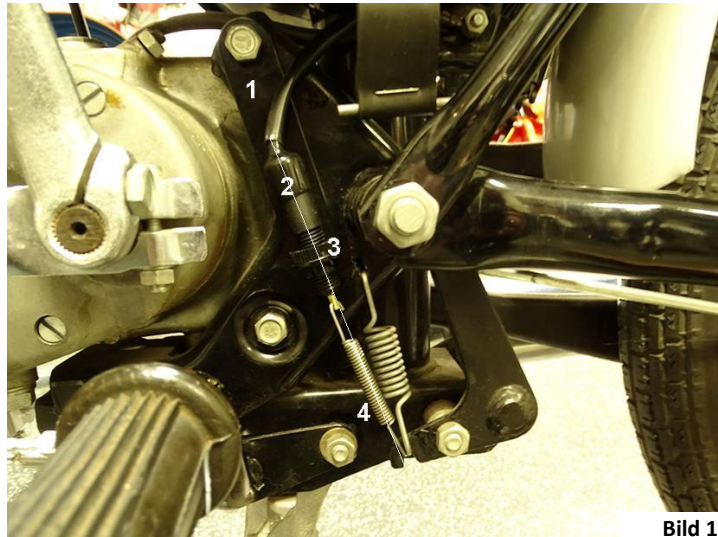

Bild 1
2. Lösen Sie die Mutter M8 der oberen Motorbefestigung. Sollte sich wie im Bild 1 der Schraubenkopf auf der Kickstarterseite befinden, muss die gesamte Schraube M8x90 entfernt werden.
6. Die beiliegende Feder (4) in den Bremslichtschalter und in vorgesehenen Einhängestelle am Bremshebel einhängen. Die endgültige Feinstellung erfolgt final, wenn das Bremslicht angeschlossen ist.